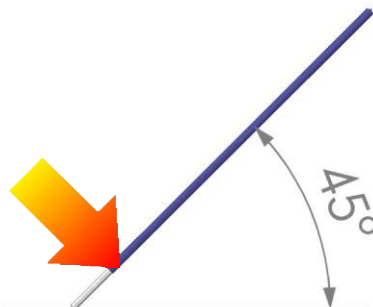

Figure 9 : Test de l'intégrité mécanique
1. L'infirmier de bloc opératoire sort la fibre optique laser stérile du plateau de stérilisation et l'inspecte pour détecter toute pliure, cassure ou autre dommage éventuel. Il teste l'intégrité mécanique de l'extrémité distale en appliquant une force latérale comme s'il voulait tracer un point avec un stylo à bille (Figure 9).
- Testez l'intégrité mécanique de la fibre optique laser par le test du « stylo à bille » (Figure 9).